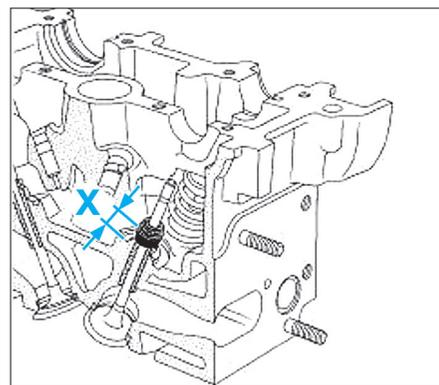

Fig. 55
- Avant de déposer les joints de queue de soupapes, prendre impérativement la position (X) des anciens joints par rapport à la rondelle inférieure de ressort de soupape du côté admission puis du côté échappement (Fig.55).